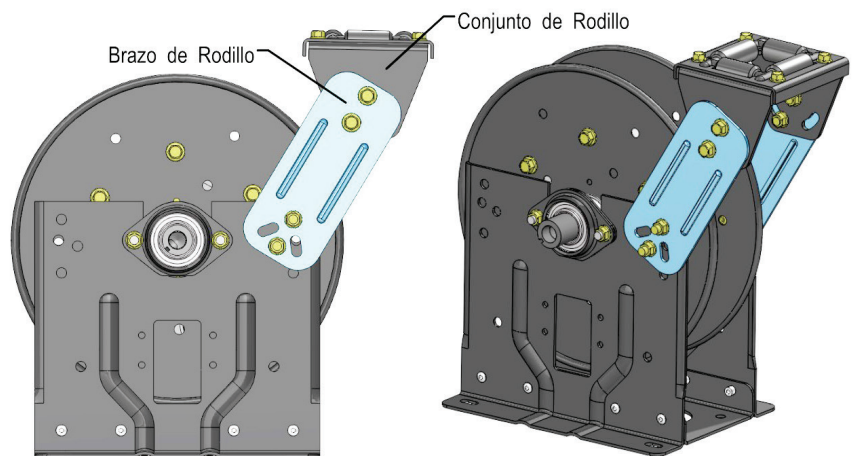

Figura 12 – Carrete con los rodillos en la posición “VR” Position
4. Gire el soporte de rodillo hacia arriba a la posición VR (Figura 12), hasta que los agujeros en los brazos de rodillo alineen con los agujeros en el armazón. Reinstale y apriete los pernos.
6. Gire el conjunto de rodillo hasta que se señale a la misma posición que se muestra en Figura 12.